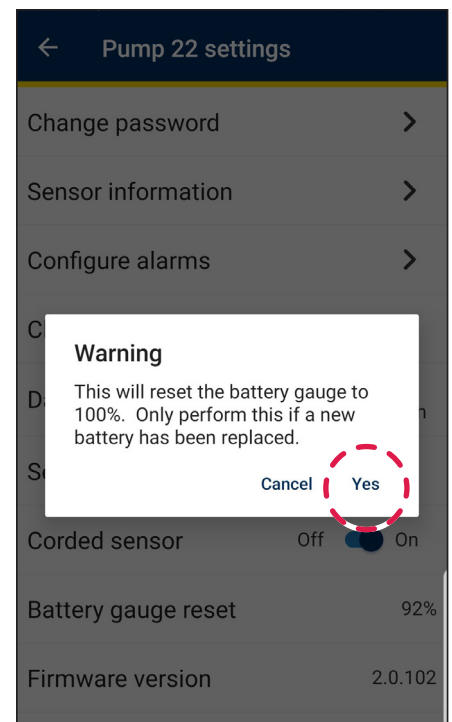

Abbildung 49
4. Es erscheint ein Warnhinweis; klicken Sie auf **Ja** und setzen Sie die Anzeige auf 100 % Batterie zurück (siehe Abbildung 49).